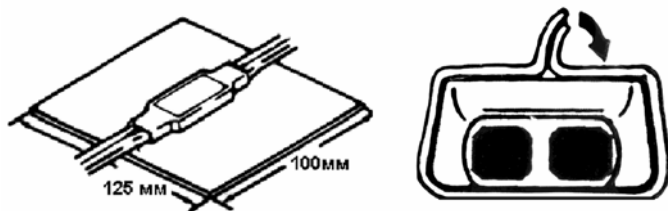

Рис. 13.8. Защита соединителя UDW2 лентой VM.
13.1.8. При прокладке кабеля в грунт. Соединитель UDW2 следует защитить лентами VM и 88Т. Для этого от рулона ленты VM шириной 100 мм необходимо отрезать кусок длиной 125 мм и обернуть вокруг соединителя. Склеить вместе края ленты VM шириной 100 мм и загнуть на корпус соединителя (рис. 13.8).